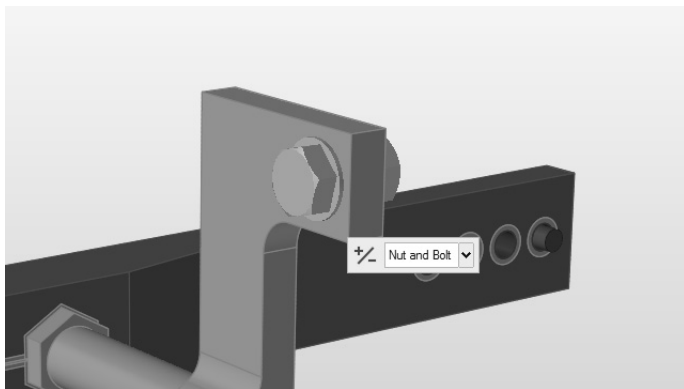

图 12-5
2) Inspire 找到 6 处存在单个孔的位置。单击图 12-5 所示的单个孔创建螺母和螺栓。